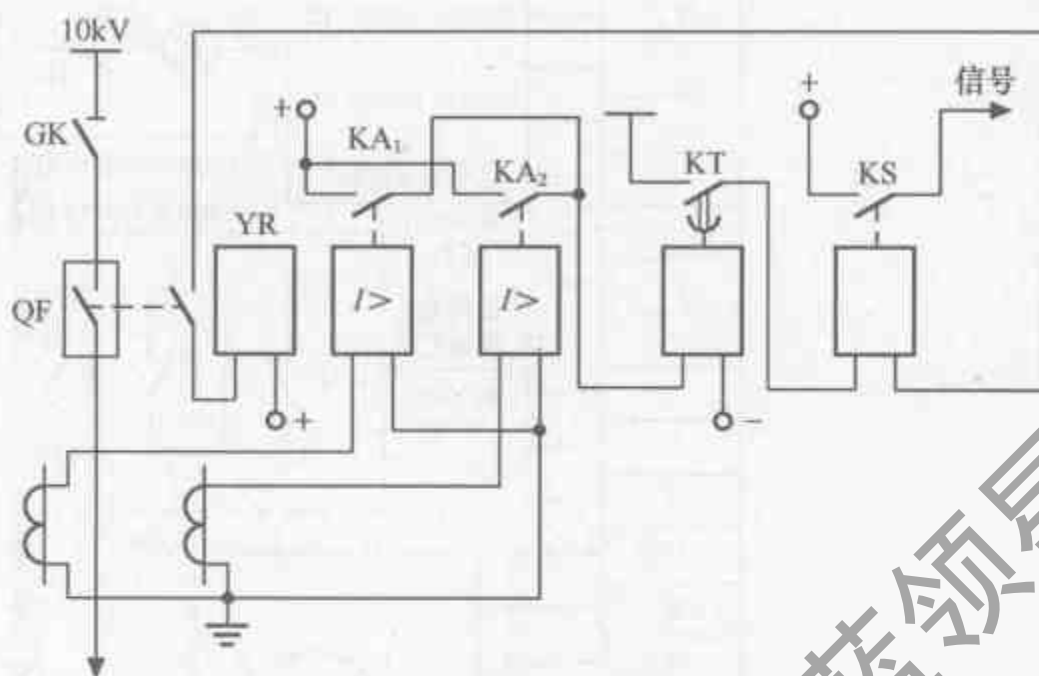

图 8-9 继电器整体表示法原理接线图
① 整体表示法。如图 8-9 所示，KA₁、KA₂ 表示过流继电器，当超载达到一定限度后，过流继电器内的开关闭合，使时间继电器 KT 开始计时，而后使信号继电器 KS 发出信号，同时跳闸线圈得电，使断路器 QF 断电。
② 分离表示法。二次回路接线图中常将线圈和触点分开画在不同的电路中，这种画法应用最多。常见的是常开和常闭触点，规律是常开在下（或左），常闭在上（或右）。常开触点是指继电器线圈中无电流通过时处于断开状态的触点，常闭触点是指继电器线圈中无电流通过时处于闭合状态的触点。